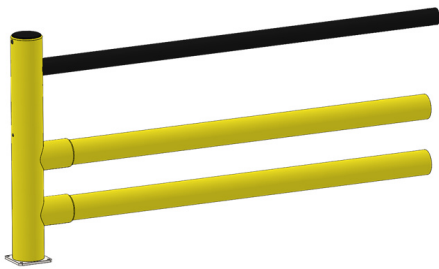
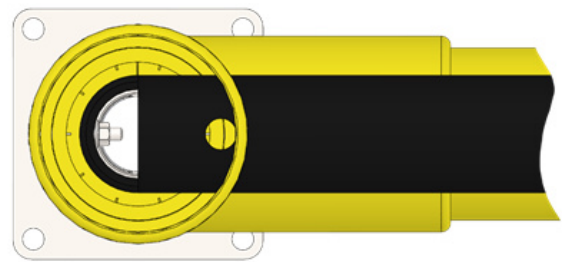

Рисунок 4. Встановлення елементів секції в кінцевий стовп.
Рисунок 5. Правильне розташування кінця верхнього елемента секції всередині кінцевого стовпа (вид зверху).
1. Вставити жовті та чорний елементи секції в кінцевий стовп (рис. 4). Осі наскрізних круглих 20 мм отворів у чорній трубі верхнього елемента секції як тут, так і надалі мають бути розміщені вертикально. Встановлення верхнього елемента секції в стовп повинне здійснюватися так, щоб кола наскрізних 20 мм отворів у чорній трубі секції розташувалися дотично до внутрішньої поверхні труби стовпа (показано на рис. 5). Необхідно звернути увагу на те, що в чорній трубі секції з боку торця, що має входити всередину кінцевого стовпа, відстань від торця до кріпильного отвору діаметром 20 мм більша ніж з боку, що входить всередину з'єднувального стовпа.